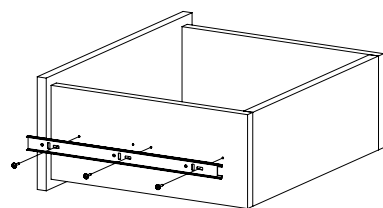

Рис.9
10. Закрепите внутренние планки направляющих на деталях 8 и 9 шурупами 3,5х16 (Рис. 9). При необходимости регулировки ящика выкрутите шурупы из круглых отверстий и перекрутите в овальные (продольные и вертикальные) регулировочные отверстия). Не затягивая до конца шурупы, сместите ответную планку вверх-вниз. Затяните шурупы до конца.